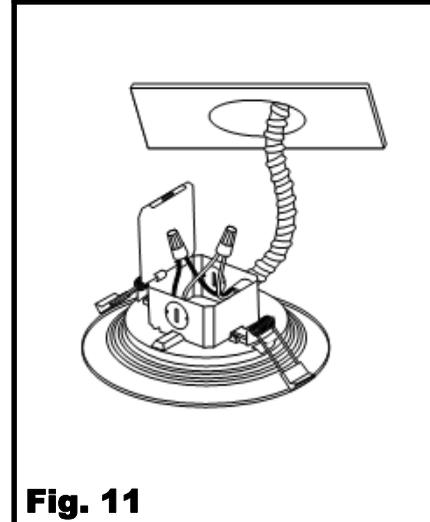

Fig. 11
2. Conecte el conector rápido del marco al conector rápido de la lámpara. **[Fig. 11]**